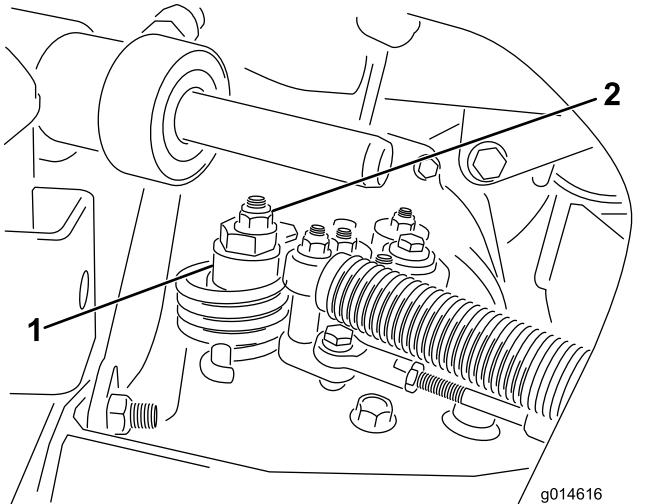

图32
A. 松开将偏心螺栓固定到静液压泵顶部的螺母 图 32。
- C. 旋转偏心螺栓直到不再出现任何方向的缓慢前移。当轮子停止旋转时旋紧螺母锁定偏心螺栓和调整 图 32。将油门移至慢速和快速位置验证调节情况。